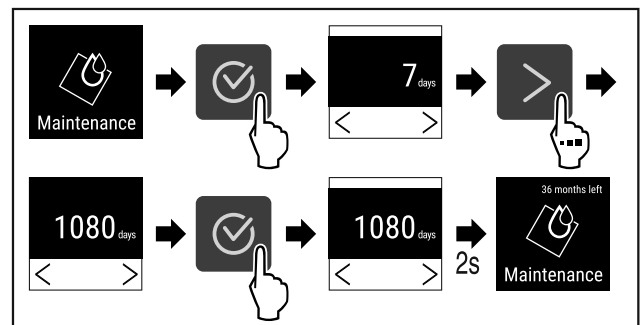

Fig. 75
- ▶ Выполните шаги действия (см. Fig. 75).